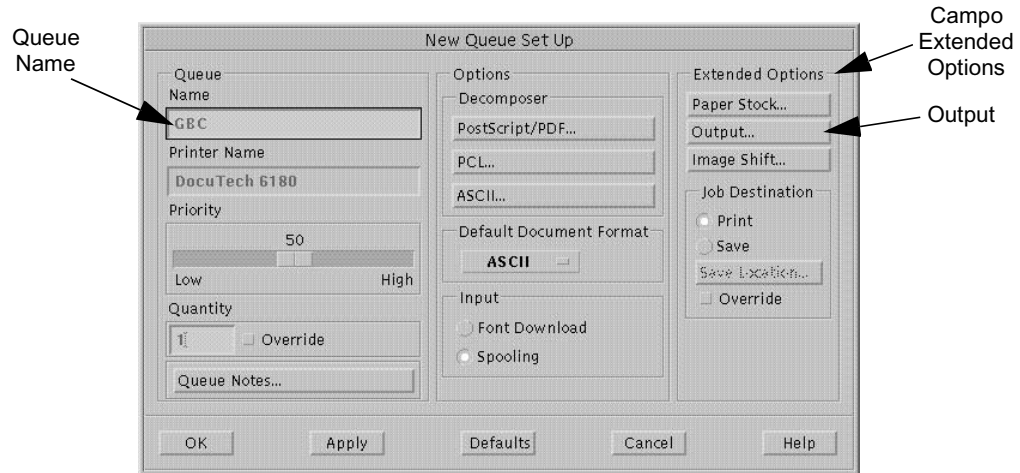

Figura 1-18: Ventana New Queue Setup
Aparece la ventana New Queue Setup (Nueva configuración de la cola de impresión), tal como se muestra en la figura 1-18.
- 4 Vaya al campo **Extended Options (Opciones extendidas)** y seleccione **Output (Salida)**, tal como se muestra en la figura 1-18.